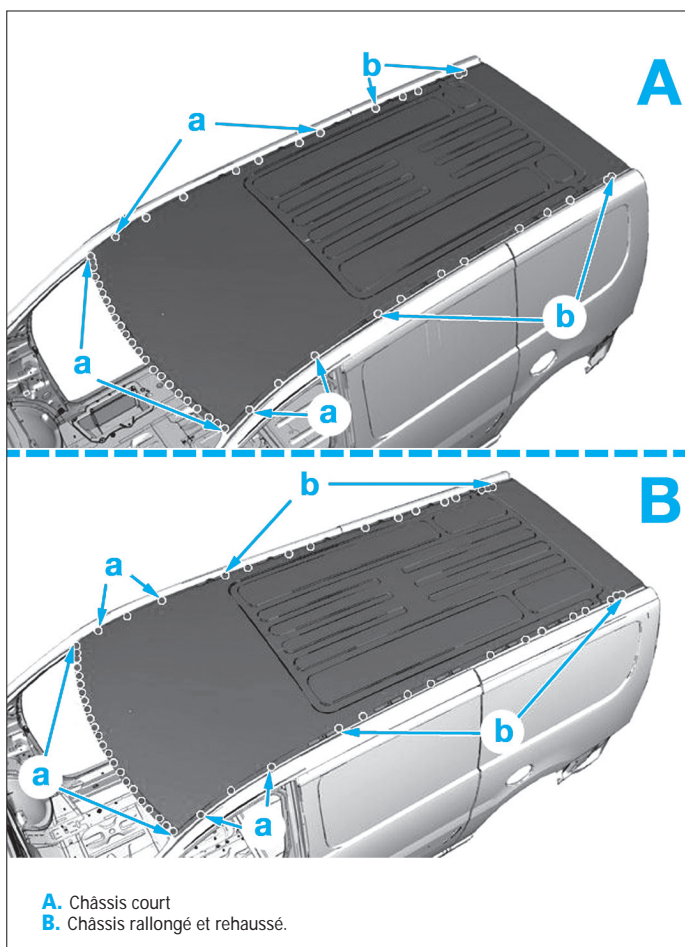
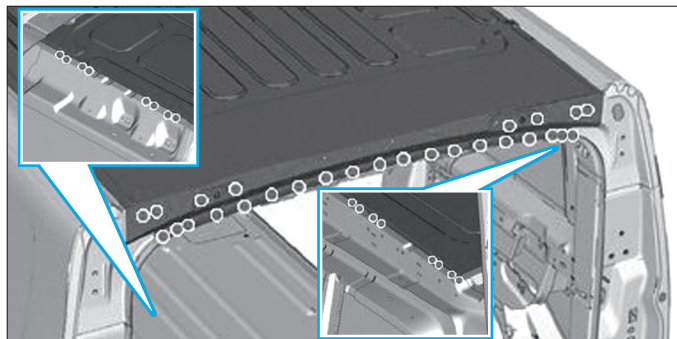

FIG. 79
FIG. 80
- Souder par points électriques en (a) (Fig.79)et (Fig.80).